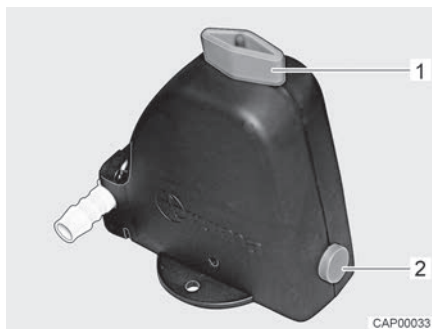
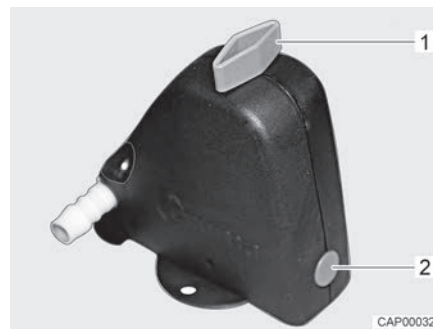

Bild 71 Säkerhets-/avtappningsventil öppen
Bild 72 Säkerhets-/avtappningsventil stängd
- Stäng säkerhets-/avtappningsventilen. Ställ vredet (Bild 71,1) diagonalt mot säkerhets-/avtappningsventilen och tryck in tryckknappen (Bild 71,2). Den stängda säkerhets-/avtappningsventilen visas i Bild 72. Vid temperaturer lägre än 6 °C kan säkerhets-/avtappningsventilen inte stängas.